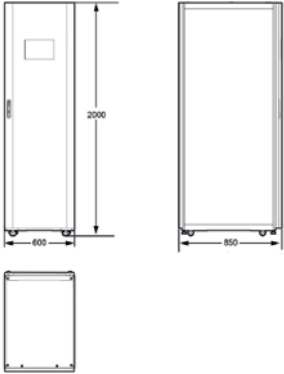

Рис. 2-1 Размеры шкафа ИБП мощностью 200 кВА и 300 кВА. (единица измерения: мм)
1. ИБП мощностью 200 кВА и 300 кВА имеют одинаковые размеры шкафа, как показано на Рис. 2-1.